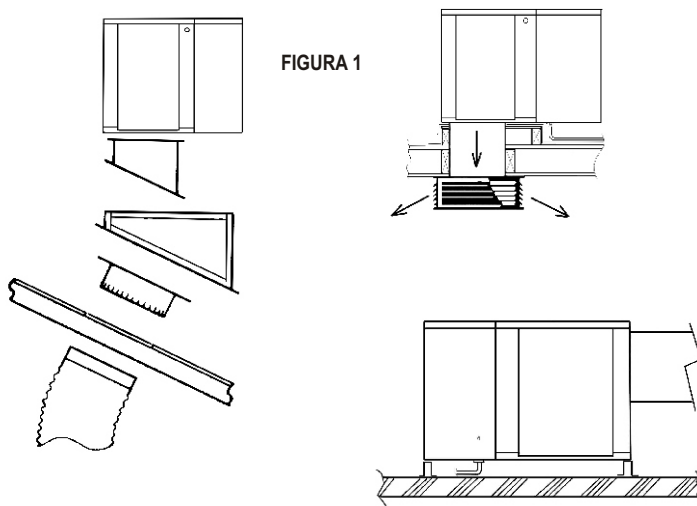
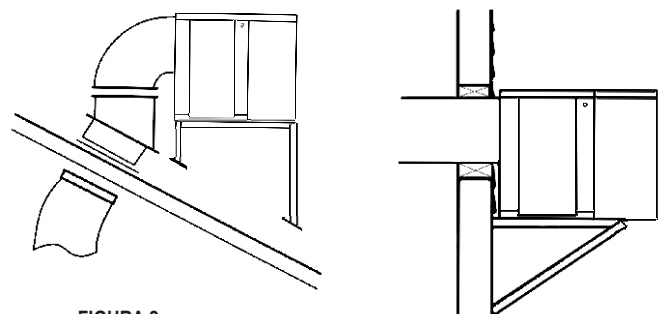

FIGURA 1
FIGURA 2
Su enfriador ya sea modelo de descarga abajo (PD) o de descarga lateral (PH). Enfriadores de descarga abajo son diseñados para su instalación en techos planos o con declive (vea figura 1). Enfriadores de descarga lateral son diseñados para su instalación en el costado del edificio, montados a nivel de tierra en una losa, o usando un ducto de transición de 90 grados, en techos con declive o planos (vea figura 2). Sistemas de aire por evaporación (descarga abajo o lateral) pueden ser conectados a un sistema de ductos de distribución con salidas de registros para cada área que se va a enfriar.